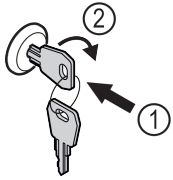

Fig. 132
- ▶ Sleutel erin duwen Fig. 132 (1).
- ▶ Sleutel 90° rechtsom draaien Fig. 132 (2).